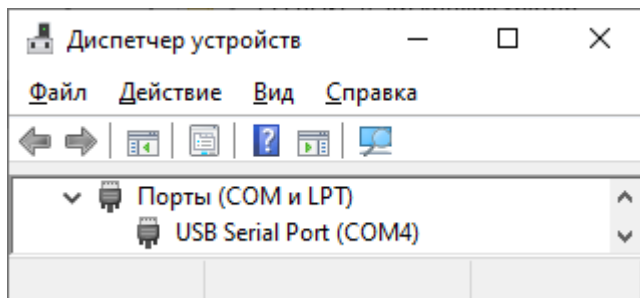

Рисунок 6 — Блок подключен к COM4
9.3 Определить с помощью «Диспетчера устройств» номер COM-порта, к которому подключен преобразователь (см. рисунок 6).